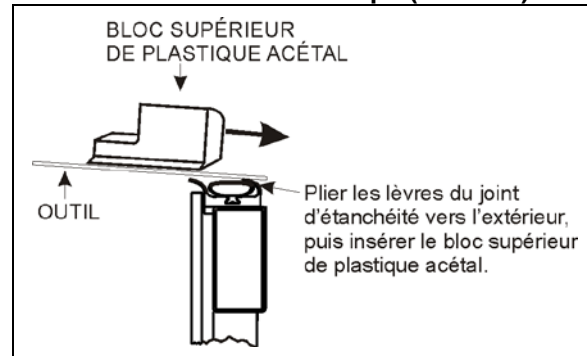

FIGURE 31: INSERTION DU BLOC DE PLASTIQUE ACÉTAL INFÉRIEUR 26095
5. Réinstallation des blocs de plastique acétal supérieurs. Plier le joint racler vers l'extérieur au moyen d'un outil plat pour faciliter l'installation (Figure 31) et serrer les vis de montage. Ne laisser aucun jeu entre les blocs et le rail.